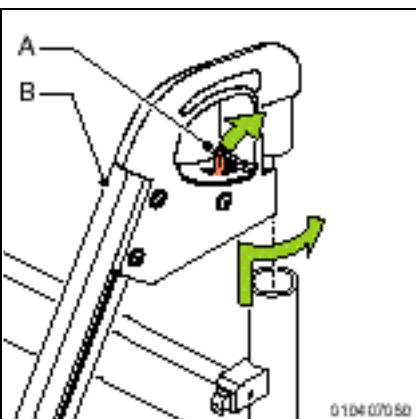

Figure 35
2. Poussez la gâchette(A) vers l'arrière pour déverrouiller le repose-jambes (fig 35)
4. Sortez le repose-jambes (B) du support par le haut.